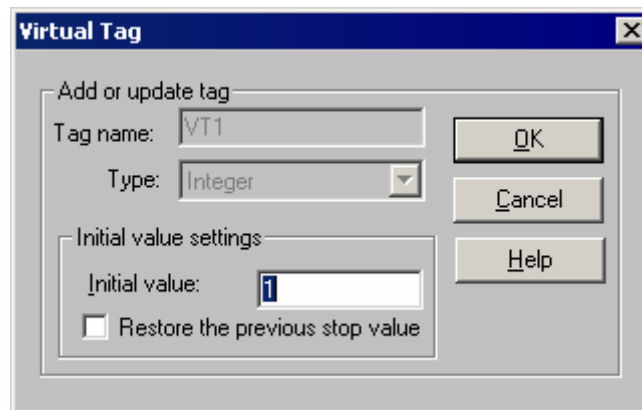

Рис. 4.138. Конфигурирование виртуального тега
2. *Второе действие*. Сделайте активным окно **TASK1** редактора задач и поместите в него функциональные блоки аналогового ввода, тега и Бейсик-сценария. Выполните настройку блока аналогового ввода в соответствии с приведенными ранее рис. 4.116, добавьте виртуальный тег (команда **Setup | Add/Delete Virtual Tags | Add Tag**) и настройте его в соответствии с рис. 4.138, настройте тег и блок Бейсик-сценария в соответствии с рис. 4.139 и 4.140. Полный текст функционального блока Бейсик-сценария, снабженный подробными комментариями, вполне ясен: